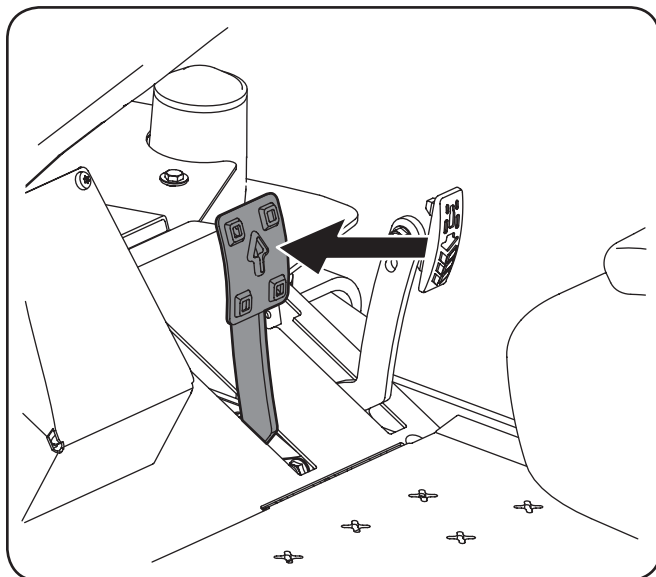

Figure 5-1
1. Appuyez doucement sur la pédale de marche avant. L'appareil commencera à avancer. Voir Figure 5-1.